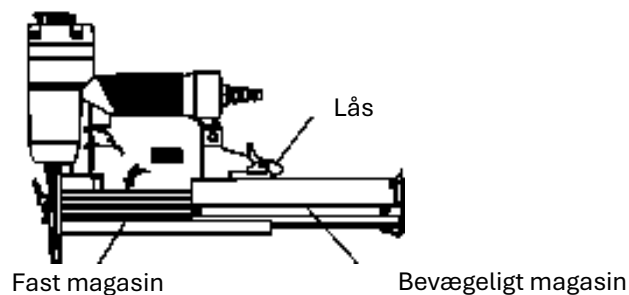

Fig. 2
1. Tryk på låsen for at frigøre det bevægelige magasin, og træk magasinet helt ud, se fig. 2.